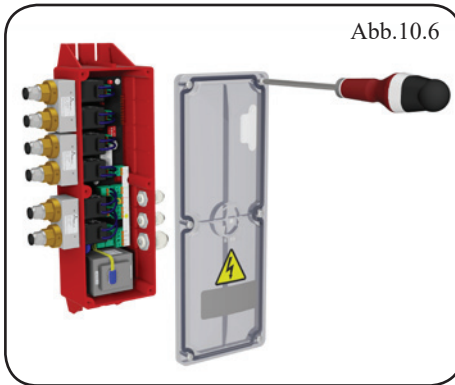

Abb.10.6
- Den Deckel abnehmen, indem die 6 Befestigungsschrauben (Abb.10.6) gelöst werden, um auf das Innere des Gehäuses zugreifen zu können.